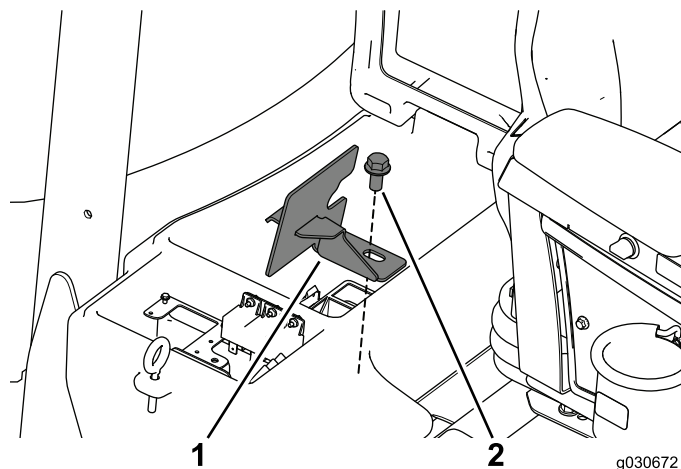

図 4
5. バッテリーコンパートメントのクランプを固定しているボルトを外してボルトとクランプを保管する 図 4。